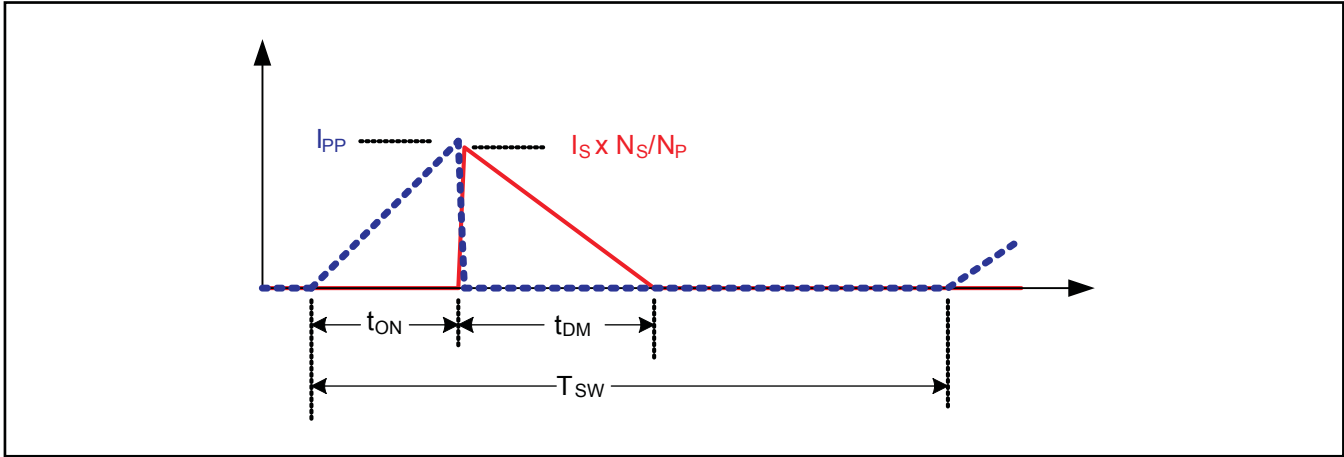

図 16. トランスの電流
VSピンのタイミング情報とCSピンの電流情報によって、2次側平均電流の正確なレギュレーションが可能になります。CVレギュレーションで電力が上昇し、CCレギュレーションに近づくと、1次側ピーク電流が $I_{PP(max)}$ となります。下の図16に従い、1次側ピーク電流、巻線比、2次側リセット時間 ( $t_{DM}$ )、およびスイッチング周期 ( $T_{SW}$ ) によって、2次側の平均出力電流が決定されます。リーク・インダクタンスの影響を無視すると、平均出力電流は式 (6) で与えられます。平均出力電流が電流制御ブロックのレギュレーション・リファレンスに達すると、